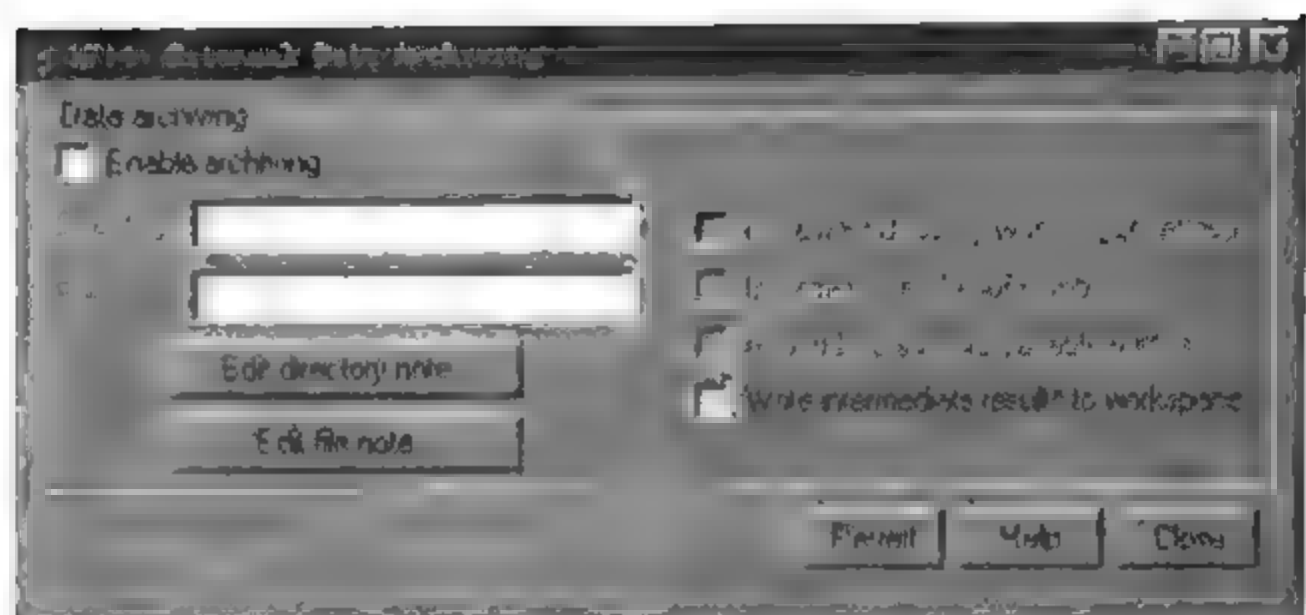

图 9-22 External Data Archiving 对话框
- Append file suffix to variable names——无论何时的外部模式增加文件名的序号,每一个文件保存的变量都会被加上所处文件的序号作为后缀。例如,文件 file_1, file_2 文件里的数据变量 xdata 分别为 xdata_1, xdata_2, 于是每一个文件内的变量名在整个工作空间里就是单一的。这主要是为了便于在 MATLAB 比较变量。如果不是单一的,那么在分析时,新文件里的变量就会在 MATLAB 工作空间,覆盖前面文件里的变量。图 9-22 显示了在 archive 被使能下 External Data Archiving 对话框的样子。